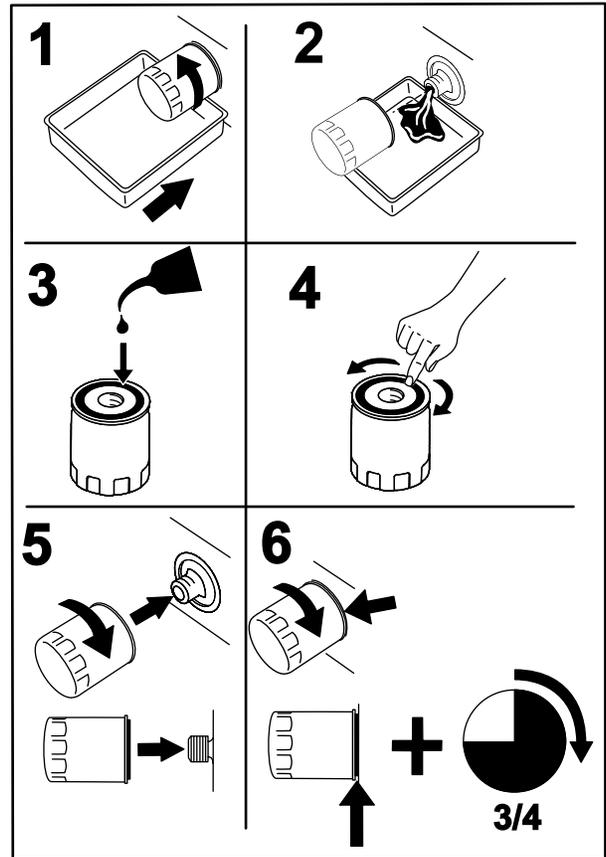

Figura 31
2. Cambie el filtro de aceite del motor (Figura 31).